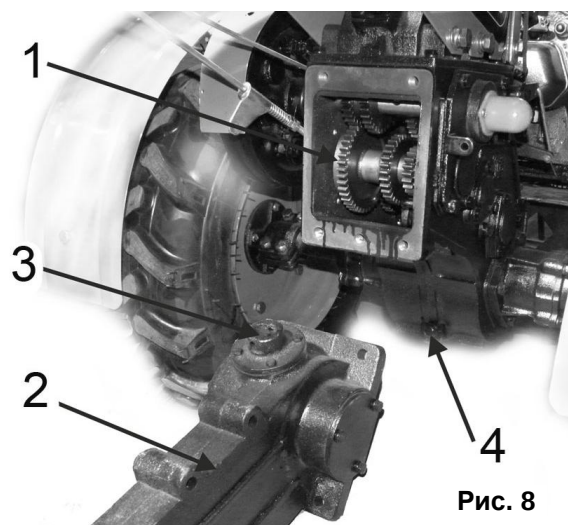

Рис. 8
- Обязательно залейте около 0,5 литра трансмиссионного масла (класс SAE 80W-90 вязкостью GL-5) непосредственно в цепной редуктор фрезы (2)(См. Рис.8).
- Совместите редуктор (2) с коробкой (1)(См. Рис.8). И зафиксируйте соединение 4 болтами.
- Установите рычаг включения вращения почвофрезы (23)(См. Рис.1) в сцепную нишу (3)(См. Рис.8).
- Для слива отработанного масла, предусмотрен сливной болт (4) (См. Рис.8). Открутите его и слейте старое масло, перед заливкой свежего.